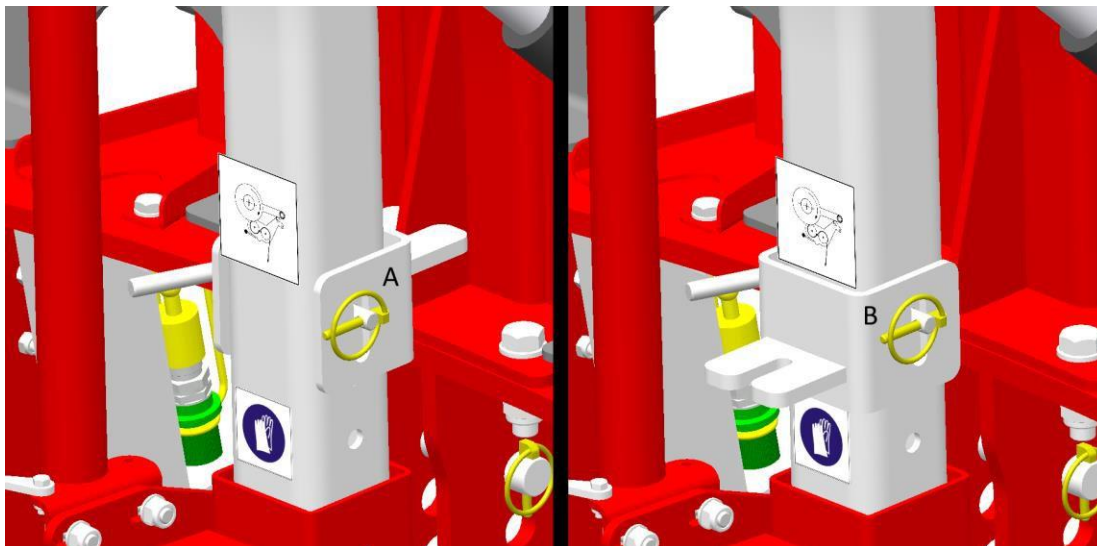

Рисунок 44. Транспортный рычаг обматывающего рычага: А - положение заблокировано; В - разблокированное положение
- Зафиксируйте верхний обматывающий рычаг с помощью транспортного замка (рис. 44),